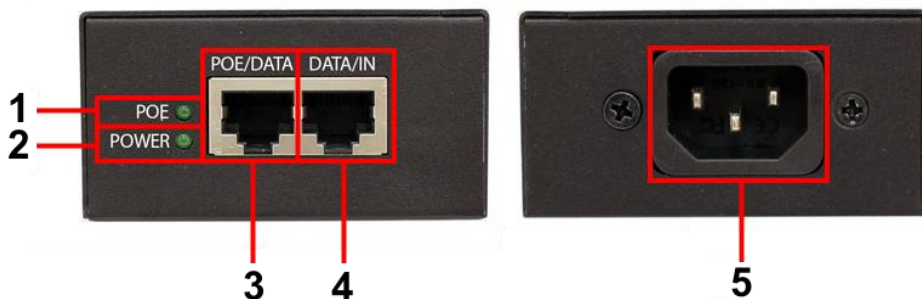

Рис. 2 Midspan-1/652G, разъемы на передней и задней панелях
- ✓ Внимательно выполняйте подключение устройств к соответствующим портам (на корпусе предусмотрено обозначение разъемов, см. рис. 2, таб 3).